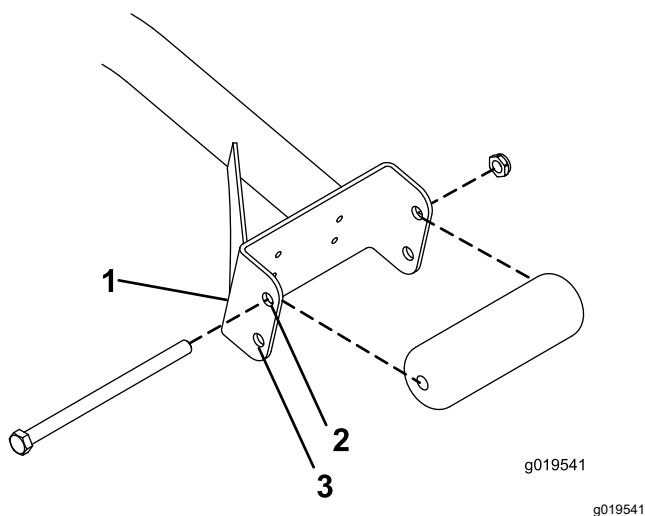

Figura 3
- Si utiliza unidades de corte de 27", los rodillos deben instalarse en los taladros de montaje superiores de los perfiles del soporte (Figura 3).
- Si utiliza unidades de corte de 32", los rodillos deben instalarse en los taladros de montaje inferiores de los perfiles del soporte (Figura 3).